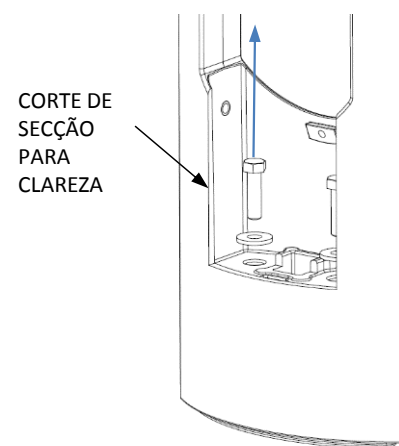

Fig. 3. – Remover parafusos
2. Utilizando uma chave de 9/16", retire os dois parafusos sextavados e as arruelas que seguram o quadro à base. Coloque de parte para reinstalação. Ver Fig.3.